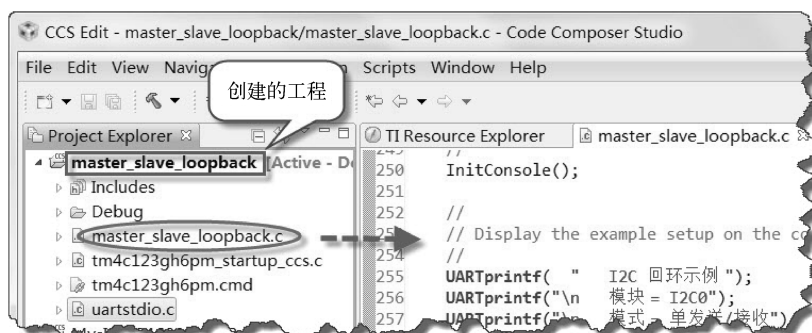

图 8-9 创建的 master_slave_loopback 工程
3) 在 CCS5.5 中创建 master_slave_loopback 工程，如图 8-9 所示。